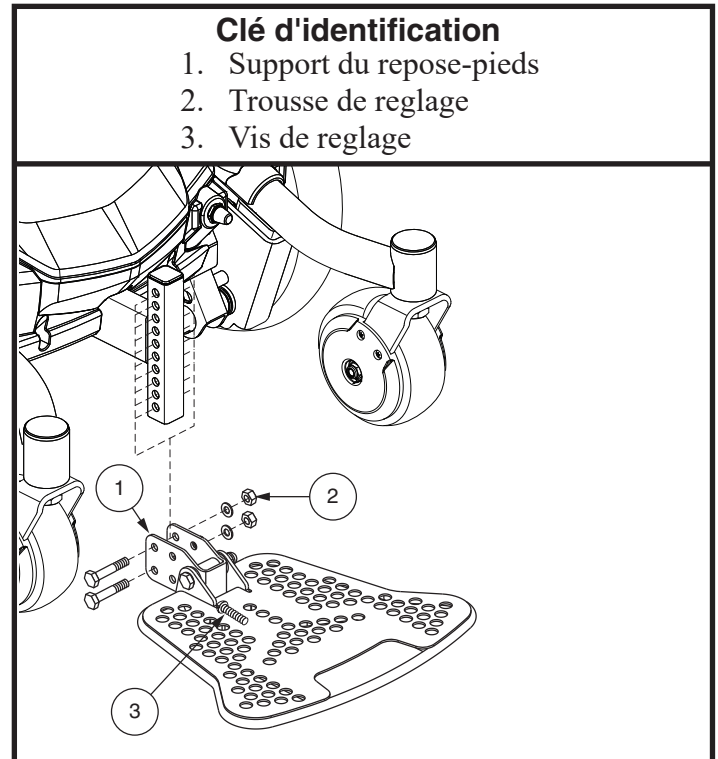

Figure 15. Réglages repose-pieds
**Voir le figure 15 ou 16.**
**Voir le figure 15.**
#### Voir le figure 15.